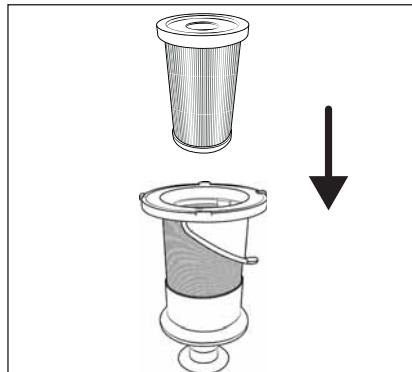

Fig. 22
- Ne tournez pas le filtre en acier inoxydable ⑤ lorsque vous l'insérez dans le bac à poussière ⑥. Aidez-vous des deux repères placés sur le filtre en acier inoxydable ⑤ et sur le bac à poussière ⑥ pour insérer correctement le filtre en acier inoxydable ⑤.
- 7) Insérez le filtre HEPA ④ dans le filtre en acier inoxydable ⑤ (voir fig. 22).